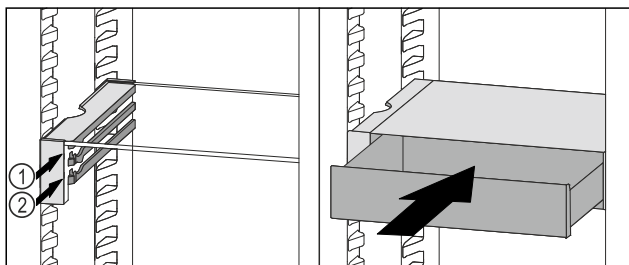

Fig. 117
- Nasadte zásuvku VarioSafe za zarážky na požadovaném žebro Fig. 117 (1) nebo Fig. 117 (2).